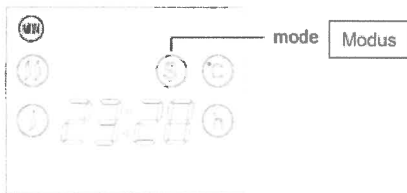

Abb. 5
- Durch Berühren der Taste „SET“ können Sie vom Standby Modus in den Betriebsmodus wechseln. Die Display-Anzeige zeigt das Symbol „S“ (s. Abb. 5).